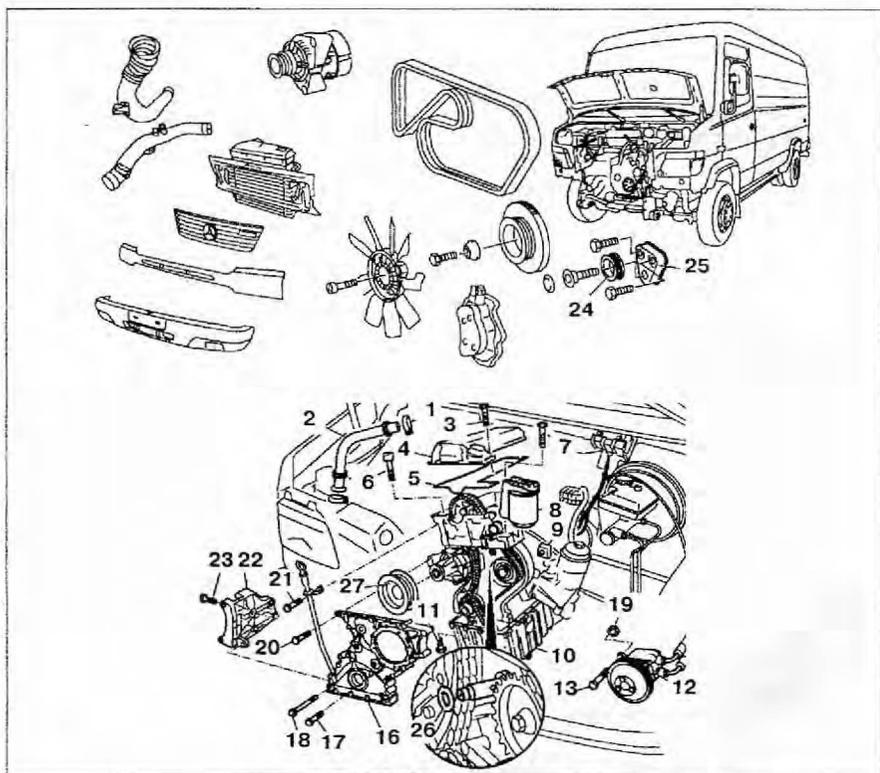

Рис. 2.6. Крышка цепи ГРМ:
6. Снимите верхний направляющий шкив 24 (рис. 2.6).